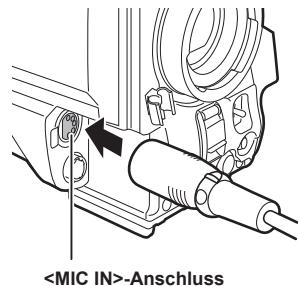

Abb. 3
- 3 Verbinden Sie das Verbindungskabel des Mikrofons mit dem <MIC IN>-Anschluss an der Kamera. (Abb. 3)**